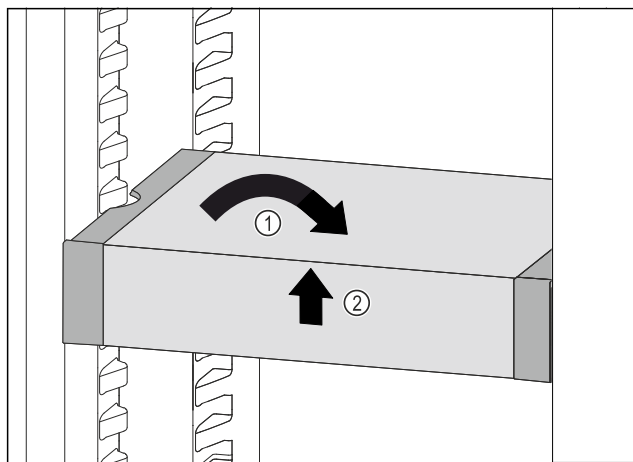

Fig. 79
- Predal VarioSafe postavite ravno. Fig. 79 (1)
- Predal VarioSafe dvignite spredaj. Fig. 79 (2)